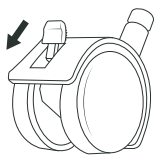

Fig. 2
- ◆ Tryk låsearmene på de to hjul **9** ned, når du har stillet produktet på det ønskede sted, så produktet ikke kører videre (se fig. 2).